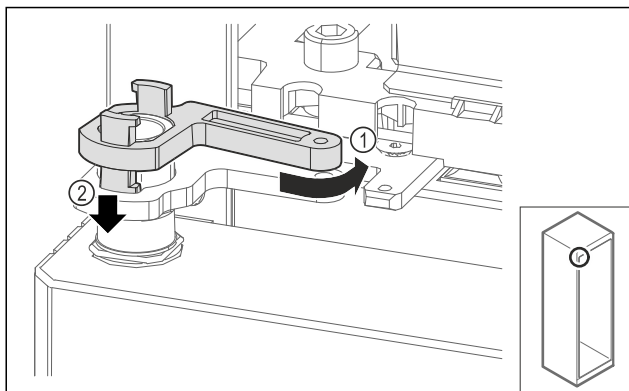

Fig. 67
- ▶ Rotiți înapoi ușor închizătorul de blocare al suportului de lagăr Fig. 67 (1), apăsați în jos Fig. 67 (2) și blocați în colțarul balamalei.